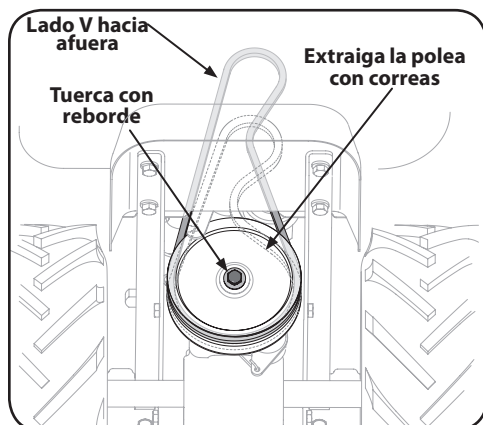

Figura 5-7
- Extraiga la tuerca de brida que sujeta la polea de transmisión, luego retire la polea junto con las dos correas. Vea la Figura 5-7.